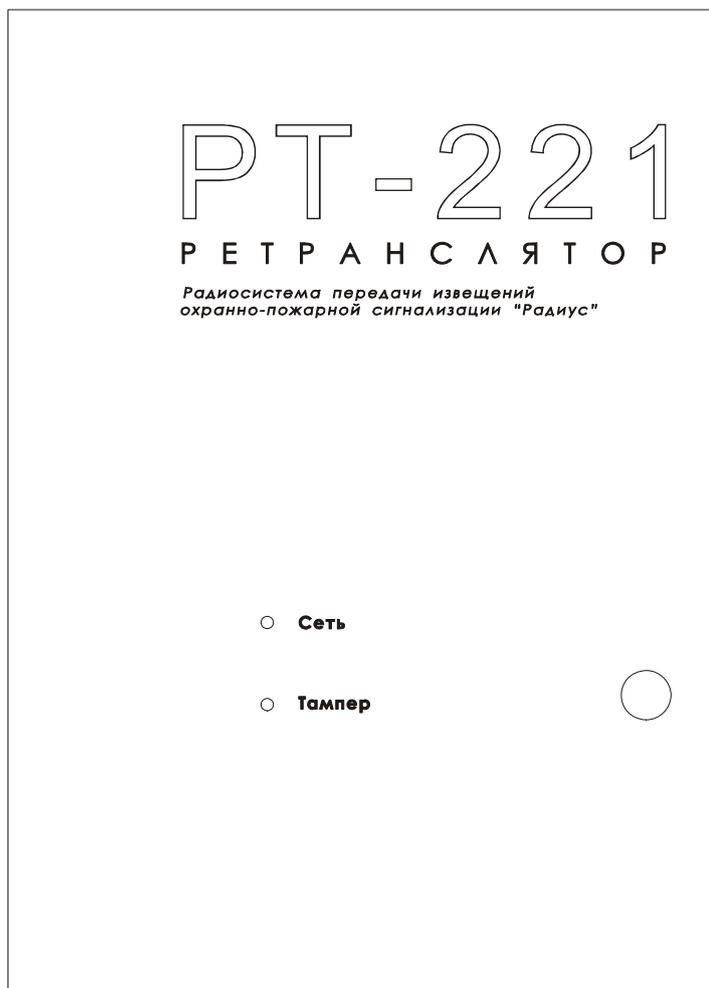

Рисунок 1
1.4.1.2 На крышку ретранслятора (рисунок 1) выведены два двухцветных светодиода: «Сеть» и «Тампер».